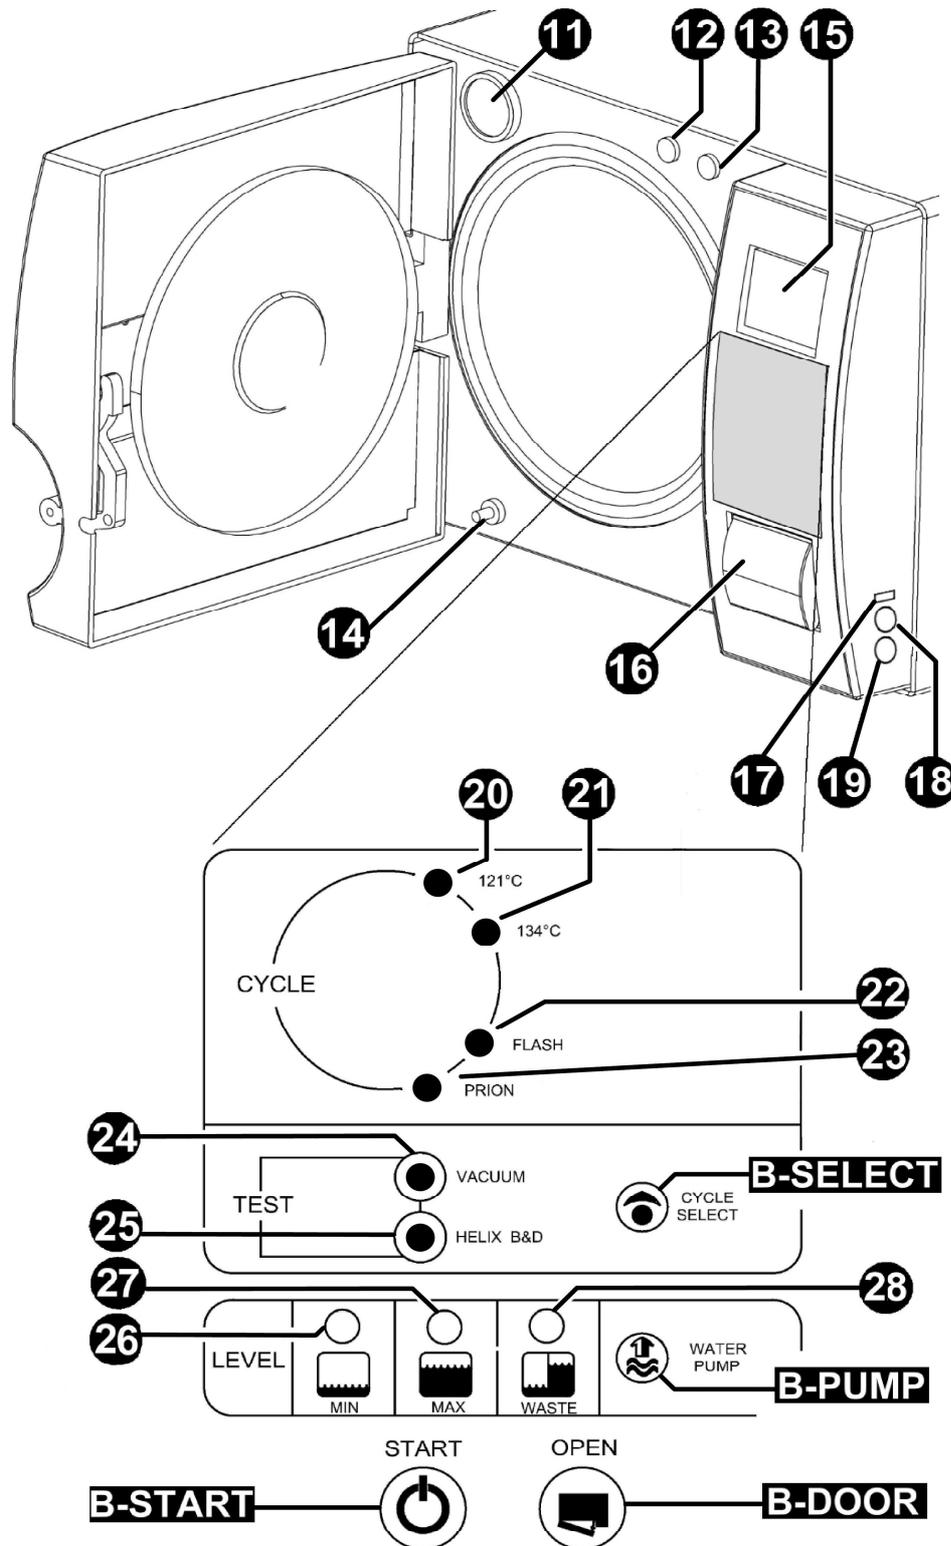

FIG.2
- El conector de la incubadora (FIG.2-pos.18), debe utilizarse únicamente para la conexión de B-TEST.